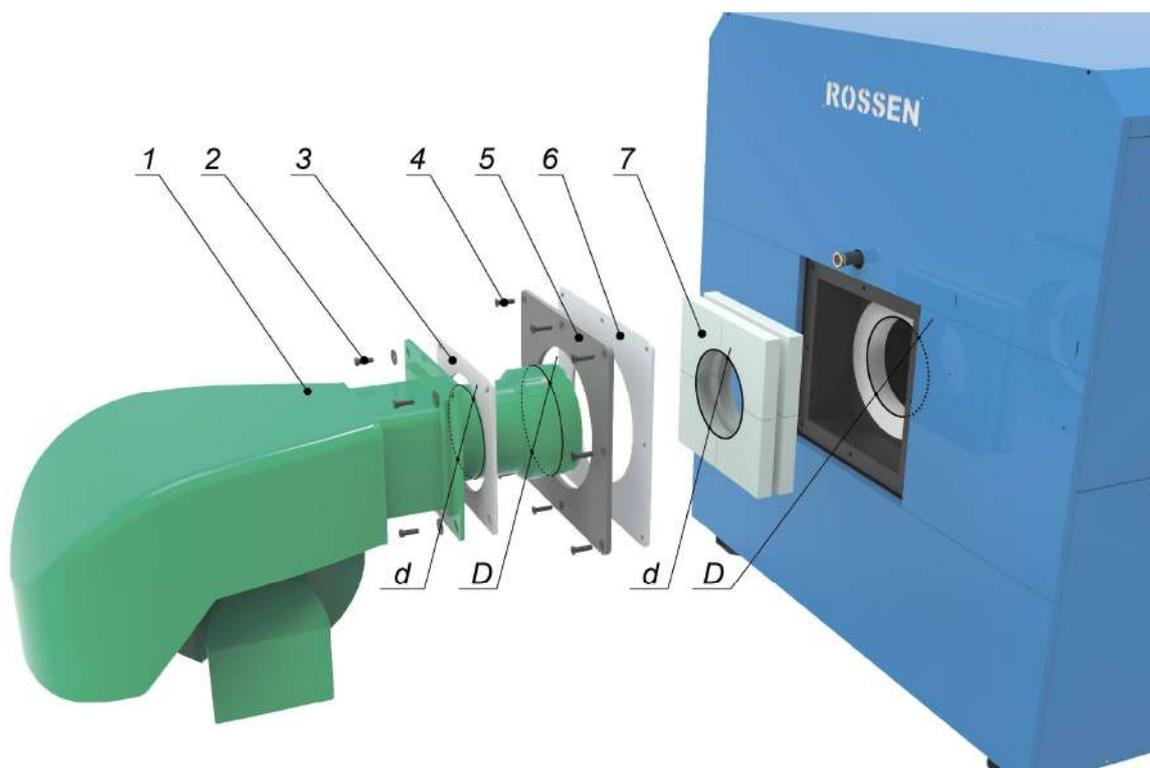

Рисунок 3. Последовательность деталей при монтаже горелки
- ✓ Сложите на ровной площадке 4-е сегмента огнеупорной плиты (поз.7) таким образом, чтобы формировался квадрат. Из центра полученного квадрата необходимо разметить круг диаметром «d» равным диаметру корня сопла (рисунок 3). По размеченной линии вырежьте круг.